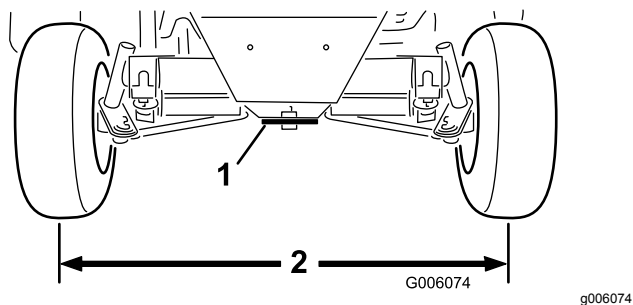

図 62
2. 右タイヤの中心線からと左タイヤの中心線までの距離が、タイヤの前後で等しくなるように、タイロッドを回して調整する 図 62。